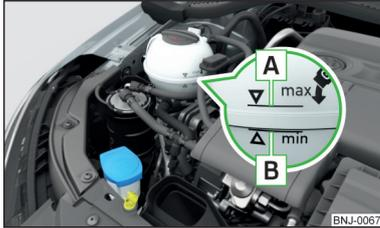

Fig. 169
La denominación del líquido refrigerante se encuentra en el depósito de compensación del líquido refrigerante » fig. 169 de la pág. 163.
- No rellene el depósito de líquido refrigerante por encima de la marca **A** » fig. 169 de la pág. 163.
**Depósito de compensación del líquido refrigerante** » fig. 169
► Compruebe el nivel de líquido refrigerante en el depósito de expansión del mismo » fig. 169.
Cuando el motor está caliente, el resultado de verificación puede ser inexacto. El nivel también puede estar sobre la marca **A** » fig. 169.